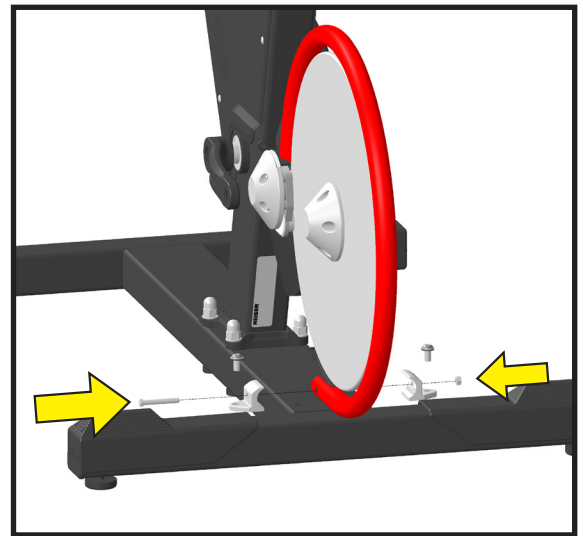

Abbildung 8: Ausrichten, Anlegen und Festziehen der Befestigungsschellen des Schutzbügels
4. Befestigen Sie die Schellen am Ende des Schutzbügels (siehe Abbildung 8). Verwenden Sie dazu die M6 x 1 x 45-Sechskantschraube und -mutter (siehe Abbildung 8). Ziehen Sie die Schrauben und Muttern handfest an.